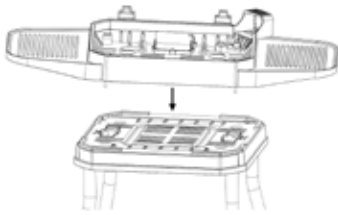

afb. 3
6. Duw nu de legplanken aan de zijkant [8] in de betreffende houders van de barbecuebehuizing [9], zoals getoond in afb. 3. Let erop dat beide onderdelen maar aan één kant kunnen worden aangebracht. De legplank aan de zijkant met de kleine haak moet aan de linker kant van de behuizing worden aangebracht. Lijn de schroefopeningen van de betreffende legplank aan de zijkant uit op de openingen van de behuizing en bevestig de onderdelen met de 8 meegeleverde schroeven ST 4x12 (A).